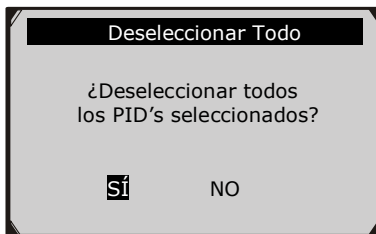

Figura 5.18
- Aparece un mensaje solicitando su confirmación. (Figura 5.18)